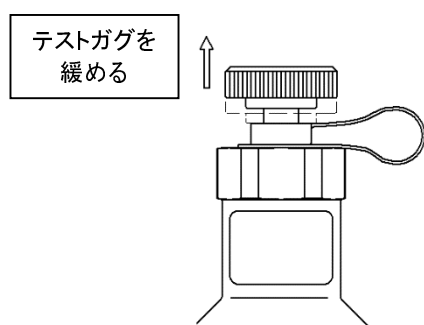

図3
- 1) 出荷時は減圧機能状態になっております。製品内の圧力がゼロの状態であることを確認して、テストガグを1回転ほど緩めます(図3)。